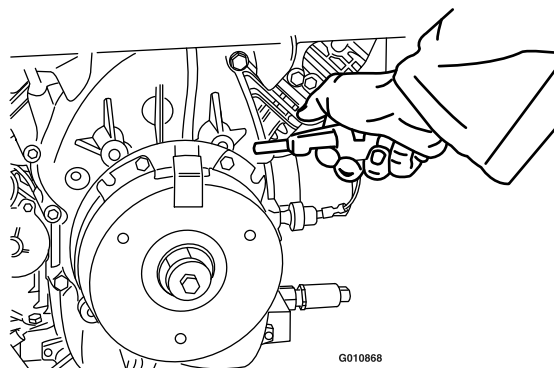

**Figure 66**
3. Retirez le couvre-moyeu de la roue pivotante et serrez le contre-écrou (Figure 66).
4. Continuez de serrer le contre-écrou jusqu'à ce que les rondelles élastiques soient aplaties, puis desserrez-le d'un quart de tour pour obtenir la précharge correcte des roulements (Figure 66).
**Important:** Veillez à placer les rondelles élastiques comme montré à la Figure 66.
5. Reposez le couvre-moyeu (Figure 66).